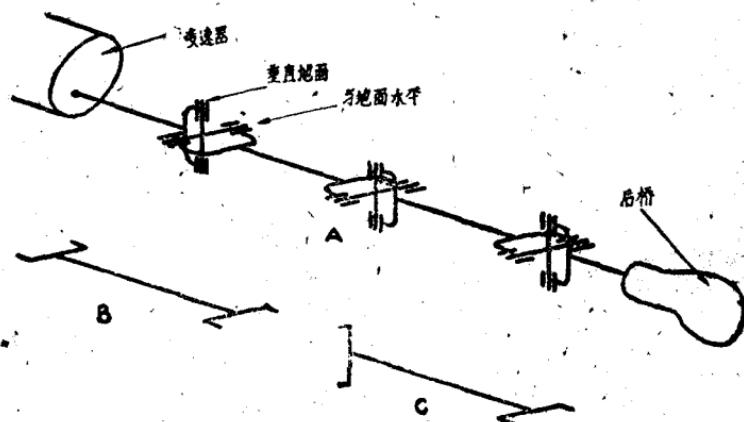

图 10
10. 却貝爾D-350型載重汽車和依卡路斯30型客車有二根传动軸，在安装时要特別注意安装位置。第一根传动軸的位置如图10中B，在第二根传动軸的位置如图10中C；并要求在停車时传动軸的位置如图10中A。安装时不能錯一个鍵槽，否则在行車时会发生抖动。